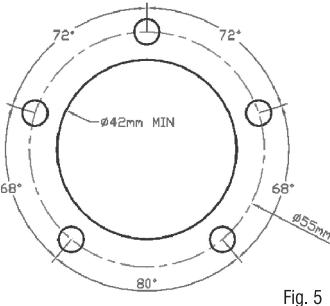

Fig. 5
- i fori del serbatoio siano compatibili con i cinque fori della flangia del SDL, di tipo internazionale (vedi Fig. 5)
- Praticare un foro del diametro di 42 mm necessario per l'inserimento della sonda del SDL capacitivo e n.5 fori da  $\frac{1}{4}$  4mm per le viti di fissaggio, usando la flangia del sensore come dima (vedi Fig. 5) per i fori.